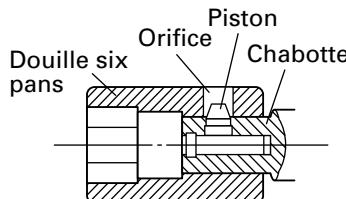

Fig. 2
7. Mise en place de la douille (Fig. 2)